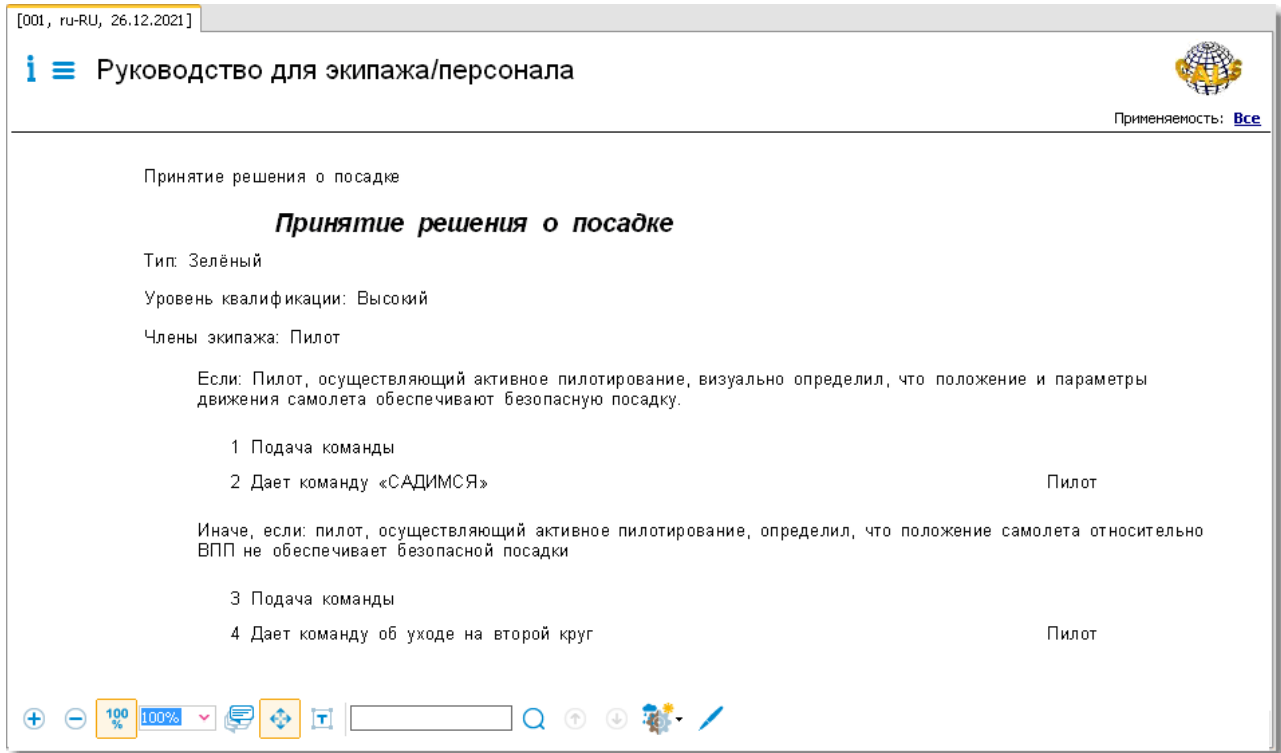

Рис. 189
2) На вкладке **Структура** выберите МД типа «Руководство для экипажа/эксплуатирующего персонала». В правом окне появится содержимое МД (Рис. 189).